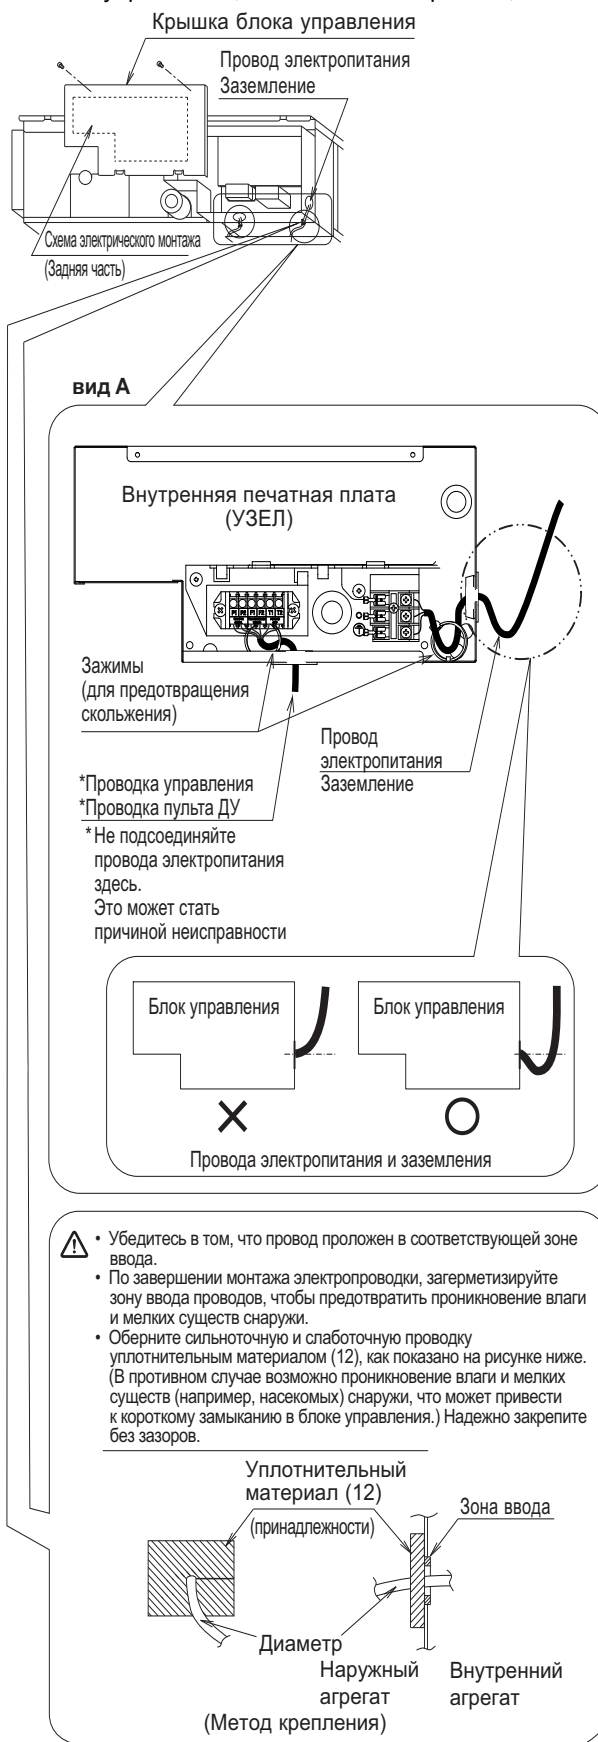

Рис. 17
Прочно закрепите кабели зажимами (9) (10), предлагаемыми в качестве аксессуаров, как показано на рис. 17, чтобы в местах соединения кабелей не было натяжки.
- Подключайте провода только после снятия крышки блока управления, как показано на рис. 17, см. схему А.